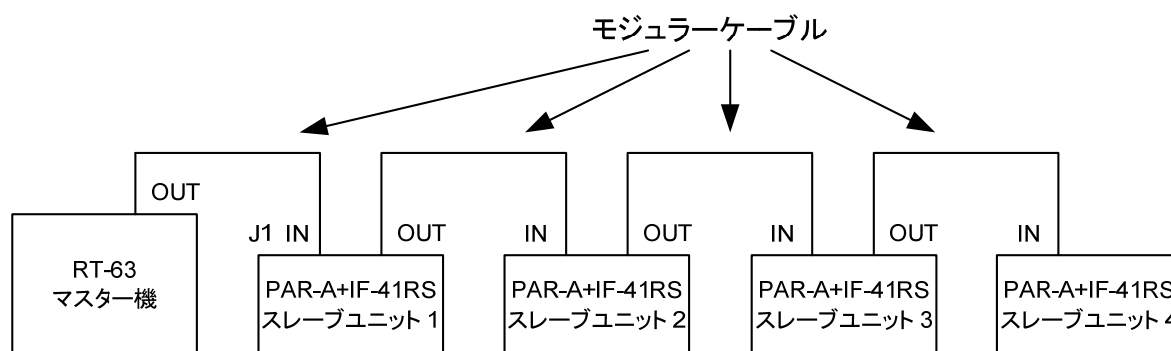

Fig.14 RT-63 を使用したリモートコントロール
- ・ RT-63(当社製品リモートコントローラ)をマスター機として Fig.14 のように接続すれば同時に 4 台の PAR-A 電源(IF-41RS 搭載)を次の項目に関して制御できます。
- ① MAIN OUTPUT KEY の ON/OFF
- ② PRESET KEY 1.2.3.4 の切り替え(PAR 電源では PRESET KEY 4 を選択した時は VARIABLE KEY が選択されます。)